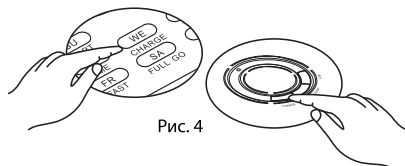

Рис. 4
5. Если пылесос ищет док-станцию и в это время вы нажимаете на кнопку CHARGE на пульте управления пылесоса или кнопку питания или кнопку CHARGE (ЗАРЯДКА) на пульте дистанционного управления, пылесос прекратит поиск. (См. рис. 4)